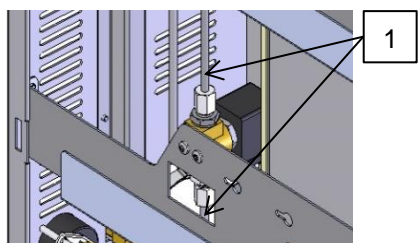

Fig. 2 : Démontage de la conduite de purge
- Desserrer les raccords à vis des tubes coudés (marquage 1 → Fig. 2) et retirer entièrement les conduites de purge.